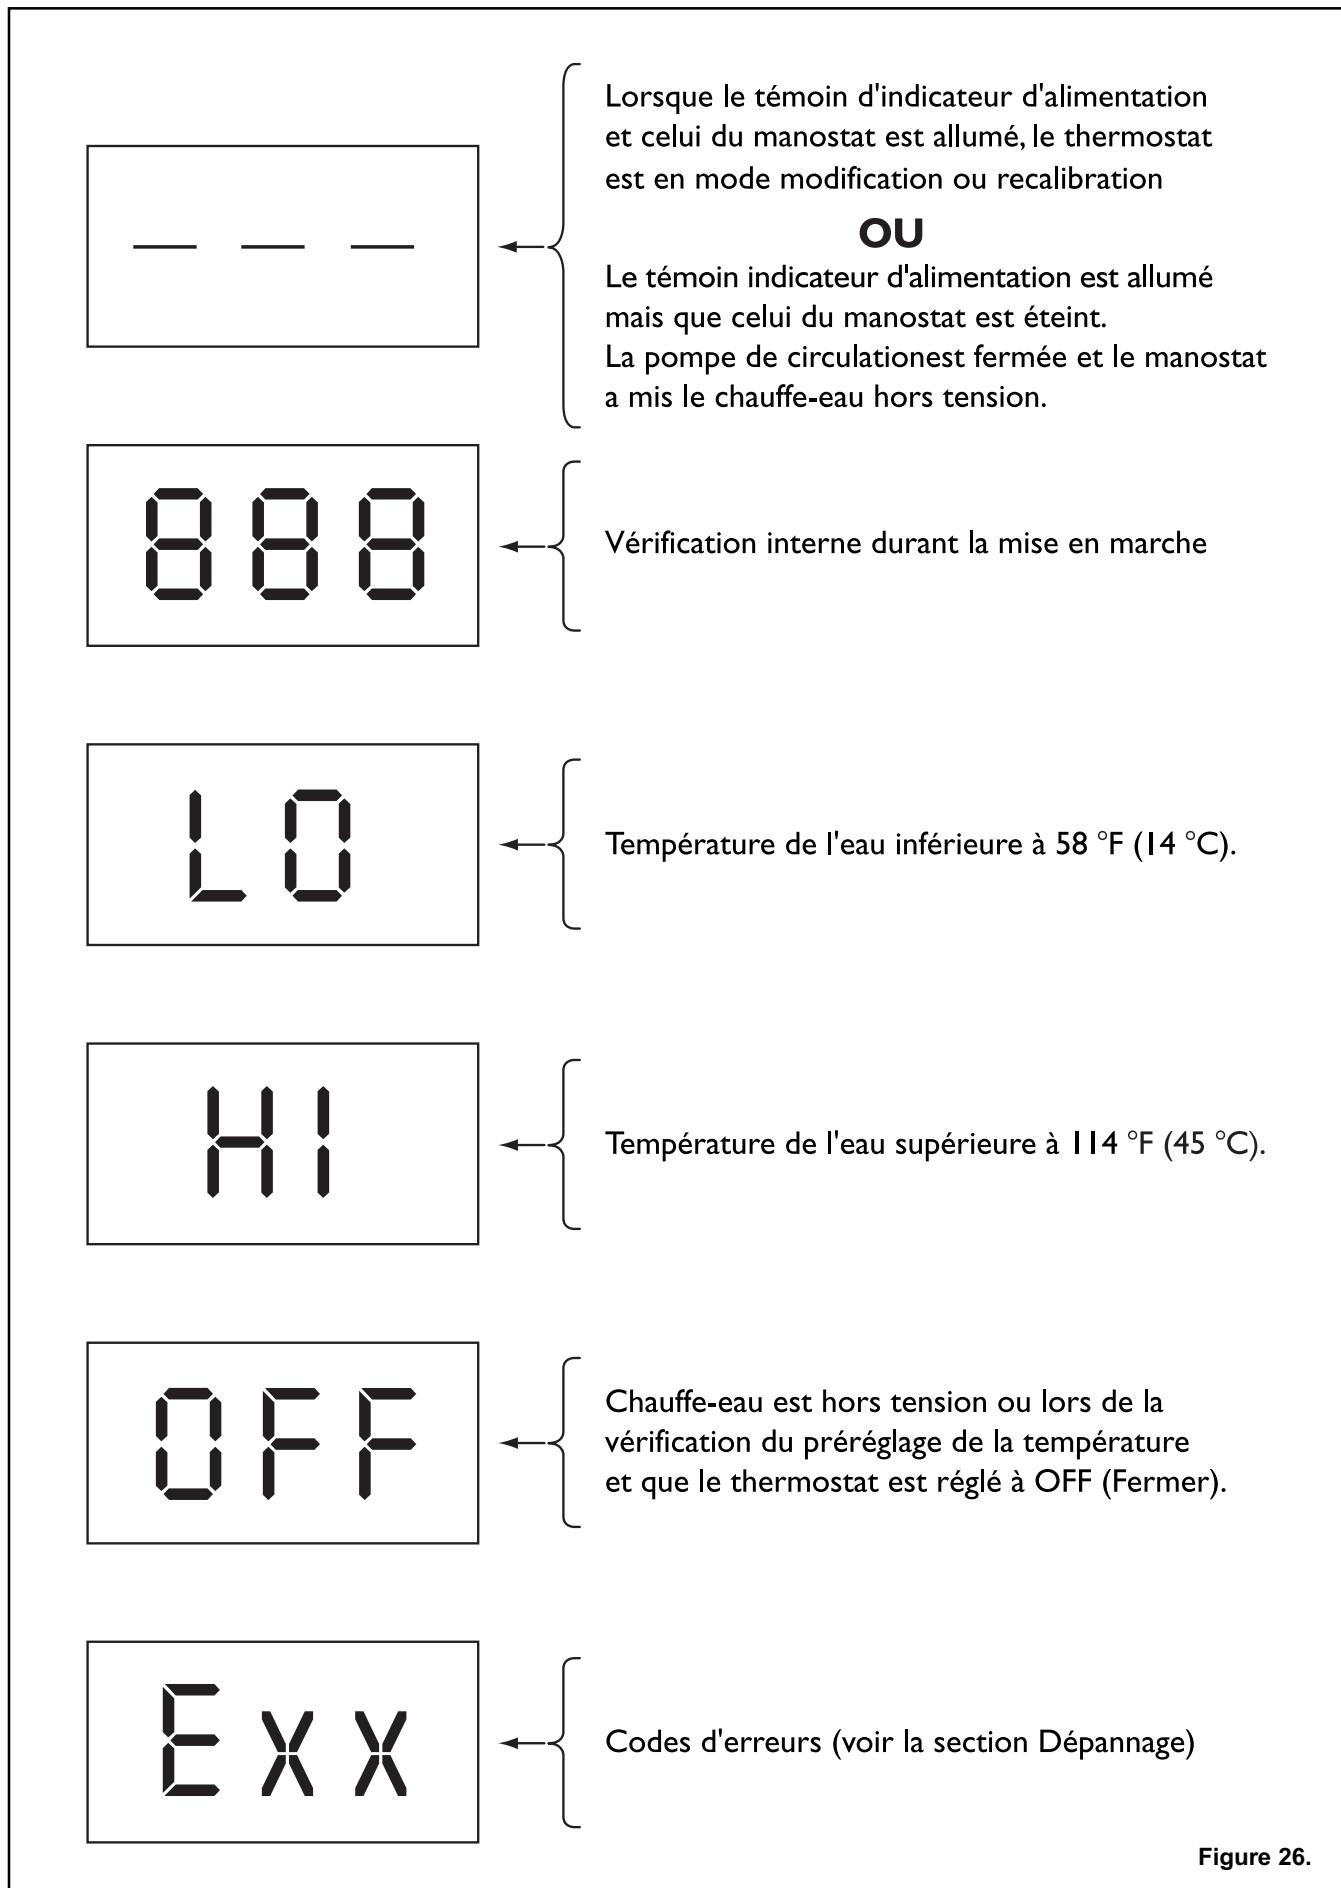

Figure 26.
Le chauffe-eau MiniMax NT est livré avec les réglages d'usine pour piscine à 78 °F (25 °C), pour spa à 100 °F (37 °C) et en mode arrêt (OFF). Lorsque l'appareil est mis sous tension, le thermostat procède à une vérification interne de ses circuits. Durant cette vérification, l'écran affiche « **888** » en premier, ensuite « **---** ». Ce processus dure environ dix (10) secondes. Les témoins DEL « Power » et « Off » s'allument, voir la figure 26.
L'écran d'affichage du thermostat à affichage numérique possède trois témoins DEL avec un point décimal entre le premier caractère et le second. Cet écran indique également les codes d'erreur dans le cas de défaillance du système de contrôle du chauffe-eau ou d'une défaillance du thermostat. L'écran affiche la température actuelle ou une valeur de réglage ou OFF, tel que sélectionné par l'utilisateur. Lorsque le thermostat détecte une erreur, l'écran affiche « Exx », voir la figure 26, où « Exx » est le code d'erreur d'une défaillance du thermostat, voir la Tableau 13. Les codes de 1 à 9 indiquent une erreur qui entraîne le verrouillage temporaire du système, ce qui signifie qu'une fois que les erreurs sont corrigées, le chauffe-eau redémarre et reprend son fonctionnement normal. Le code « ERR » indique une erreur qui entraîne le verrouillage intégral du système, ce qui signifie qu'une fois que les erreurs sont corrigées, vous devez réinitialiser le chauffe-eau à l'aide de l'interrupteur qui se trouve à l'intérieur du caisson du chauffe-eau, à droite, sur le bas de la boîte de jonction électrique afin qu'il redémarre et reprenne son fonctionnement normal.